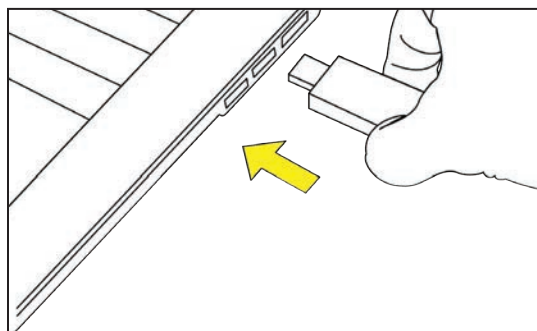

Figura 11. Inserção do transceptor USB no computador.
PASSO 2. Insira o transceptor USB em qualquer porta USB do computador. Ver Figura 11. O processo de instalação é automático.